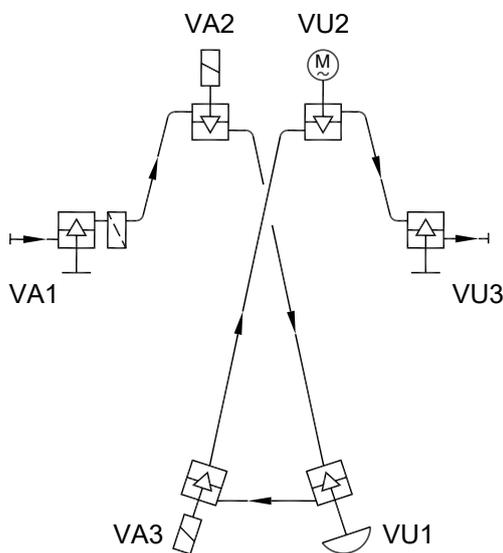

Abb. 4: 185 Verrohrung
2. Kontrollieren Sie gegebenenfalls, ob die Regel- oder Steuerglieder auch entsprechend der Abb. 4, (unten) richtig in VA- oder VU-Anschlüsse eingesetzt sind.